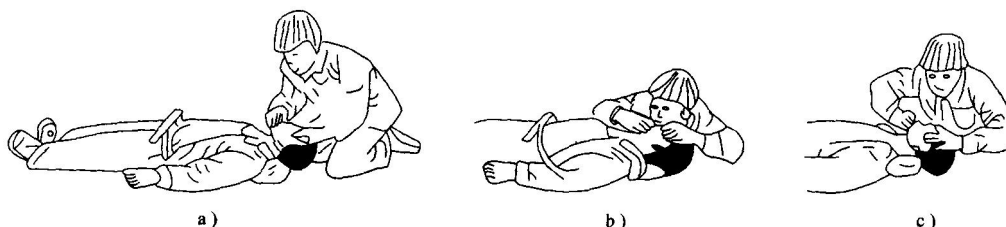

图 1-4
这是常见的触电方式。人体的某一部分接触带电体的同时，另一部分又与大地或中性线相接，电流从带电体流经人体到大地（或中性线）形成回路，如图 1-4 所示。
3) 救护者站在触电者的一边，一只手捏紧触电者的鼻子，一只手托在触电者颈后，使触电者颈部上抬，头部后仰，然后深吸一口气，用嘴紧贴触电者嘴，大口吹气，接着放松触电者的鼻子，让气体从触电者肺部排出。每 5s 吹气一次，不断重复地进行，直到触电者苏醒为止，如图 1-4 所示。